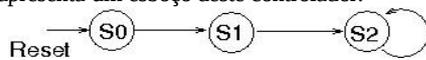
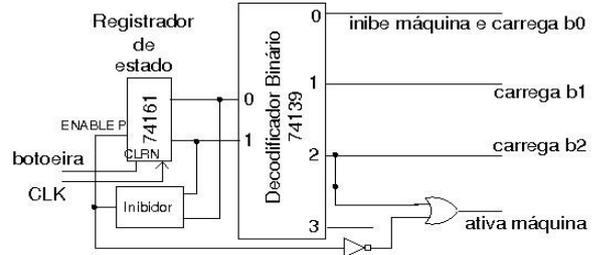

Figura 1: Diagrama de estados.
Figura 2: Controlador.
- Projete um controlador da entrada do estado inicial  $b_2b_1b_0$  à máquina de estados do item (d) através de uma chave e duas botoeiras. Os estados do controlador são:  $S_0$  (máquina de estados inibida e valor da chave carregada em  $b_0$ );  $S_1$  ( $b_1$  carregado);  $S_2$  ( $b_2$  carregado e máquina de estados ativada), conforme mostra a Figura 1. A Figura 2 apresenta um esboço deste controlador.
sinais do circuito da Figura 2. Adicione a cada pino de saída um *flip-flop* D. Podemos aproveitar os sinais da botoeira e/ou do CLK para gatilhar estes FFs? Como? Justifique a sua solução. Faça o mesmo conjunto de simulações com a nova solução e compare as formas de onda. Qual é a função dos *flip-flops*?